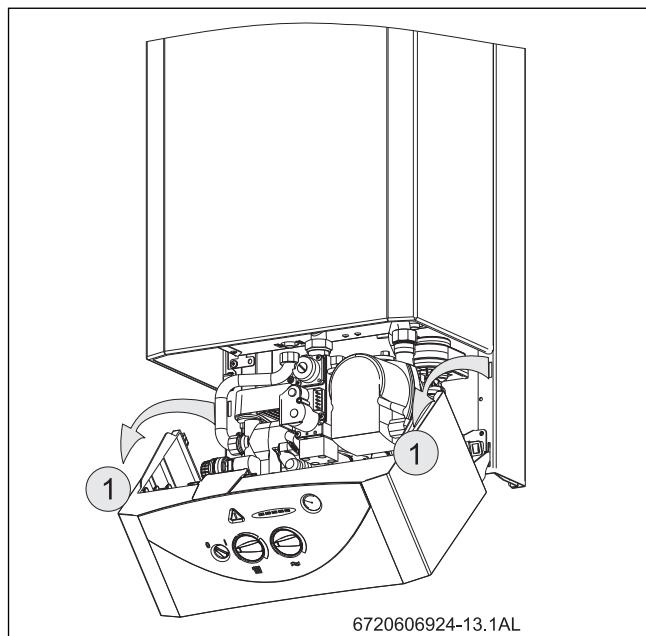

Fig. 22 Posición de servicio para el ajuste del gas
- Desconectar el interruptor principal (O) del aparato.
- Colocar el panel de mandos en la posición de servicio (ver Fig. 22 ).
- Aflojar el tornillo obturador (3) y conectar el manómetro de columna de agua al racor de medición.